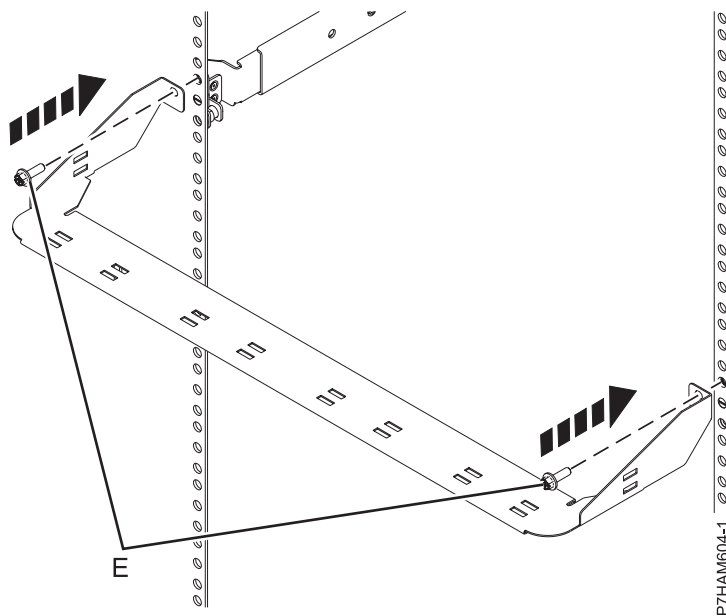

Figure 12. Fixation du passe-câbles
- g. A l'arrière de l'armoire, positionnez le passe-câbles sur les cornières arrière de l'armoire, en alignant les trous de montage du passe-câble sur les trous supérieurs de l'emplacement EIA contenant le boîtier, comme indiqué sur la figure 12, à la page 13. Les vis M5 (**E**) doivent passer dans les trous de montage du passe-câbles, puis dans les trous supérieurs des emplacements EIA sur les cornières de l'armoire.